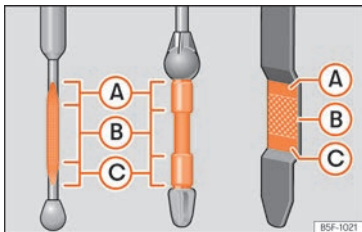

Abb. 310 Ölmessstab
»» **Abb. 310.** Füllen Sie gegebenenfalls Motoröl nach.
Liegt der Ölstand über dem Bereich »» Abb. 310 (A), starten Sie den Motor bitte nicht. Dies könnte zu einer Beschädigung des Motors und des Katalysators führen. Wenden Sie sich an einen Fachbetrieb.
Der Ölstand darf keinesfalls über dem Bereich »» Abb. 310 (A) stehen, andernfalls könnte Öl über die Entlüftung der Motorölwanne angesaugt werden und über die Abgasanlage in die Atmosphäre gelangen.